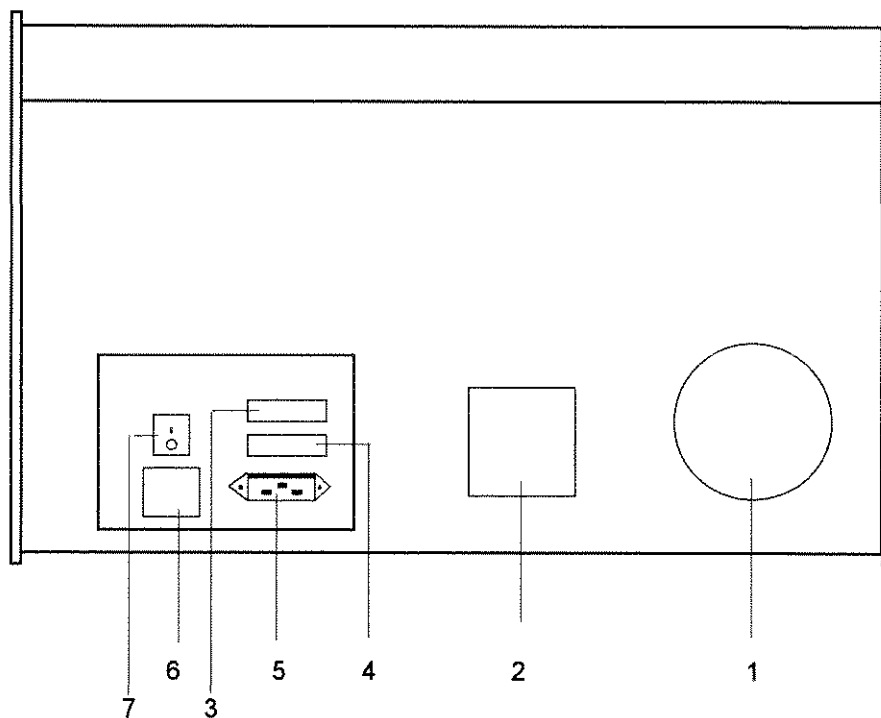

Abb. 2-3 Rückseite
1. Kontrollieren Sie, ob die Spannungsangabe auf dem Typenschild mit der Netzspannung übereinstimmt (Abb. 2-3 (5)).